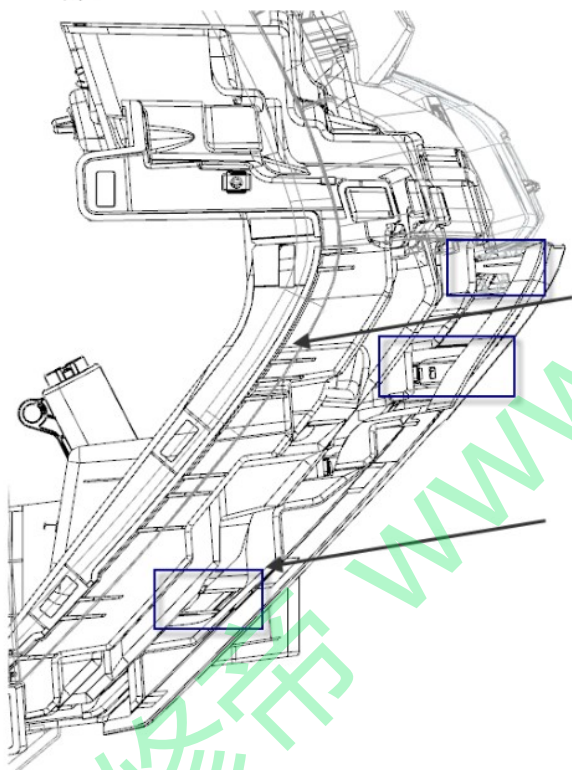

图 1.5.13 下挡板安装示意图
- (4) 检查拆下后的十五个卡扣 (BYDQ836A02) 是否安装在零件相应的位置;
- (5) 沿斜向下方向对准各处安装结构 (图 1.5.13 方框处);
- (6) 如图示箭头方向沿斜向下方 (卡扣座方向) 用力按压至卡扣卡进各处卡接结构, 再轻拍各装配处至装配牢靠, 外观配合完好。